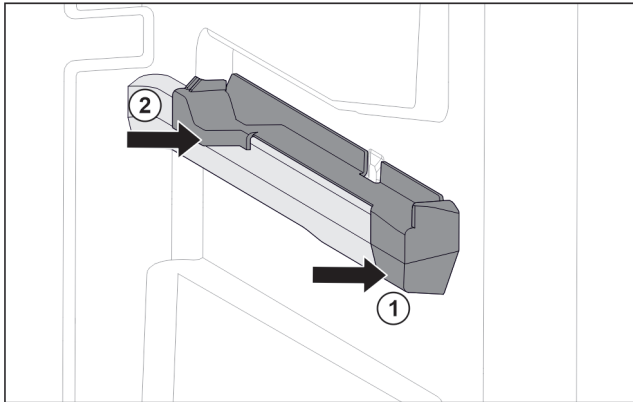

Fig. 53 Вставна частина на правому ребрі для резервуару
- ▶ Одягти вставну частину вперед на ребро резервуару. Fig. 53 (1)
- ▶ Притиснути вставну частину позаду. Fig. 53 (2)